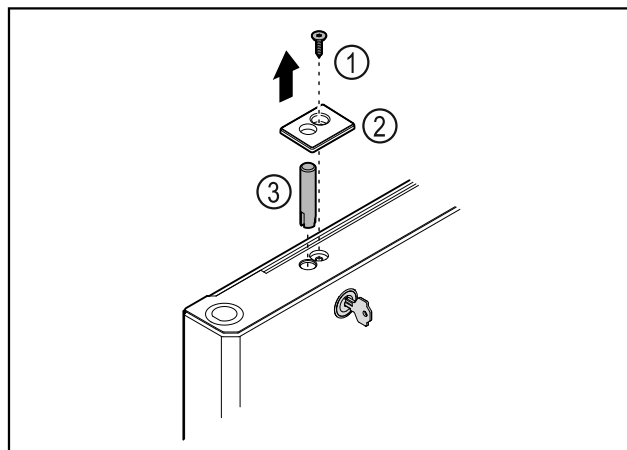

Fig. 43
- ▶ Izņemiet skrūvi Fig. 43 (1).
- ▶ Atbrīvojiet un noņemiet pārsegu Fig. 43 (2) ar mazu skrūvgriezi.
- ▶ Izvelciet slēdzenes tapu Fig. 43 (3).